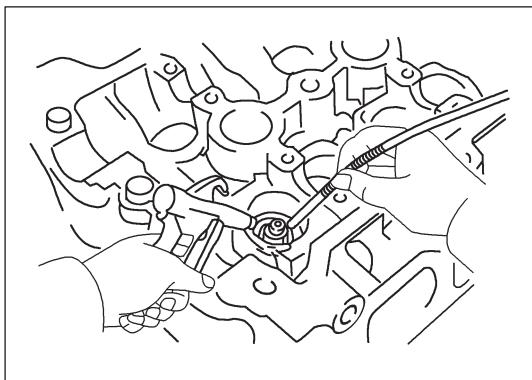

Рис. 12-3-7. Снятие пружины клапана при помощи магнитного штыря
- ② При помощи магнитного штыря снять прокладки пружин клапанов, как изображено на рис. 12-3-7.
- ③ При помощи торцевого ключа выкрутить резьбовую пробку рубашки охлаждения в средней части головки блока цилиндров.